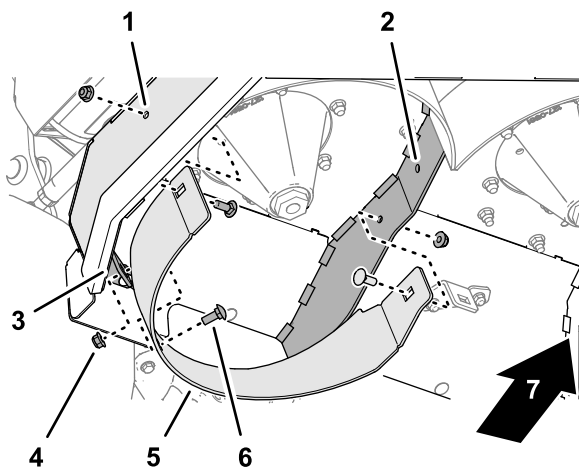

Figure 44
4. Sur le côté inférieur droit du plateau de coupe, retirez les 3 boulons de carrosserie ($\frac{3}{8}$ " x 1") et les 3 contre-écrous à embase ($\frac{3}{8}$ ") qui fixent le déflecteur droit à la plaque latérale du plateau de coupe, au support de déflecteur central/droit et au diviseur droit, et déposez le déflecteur droit (Figure 44).